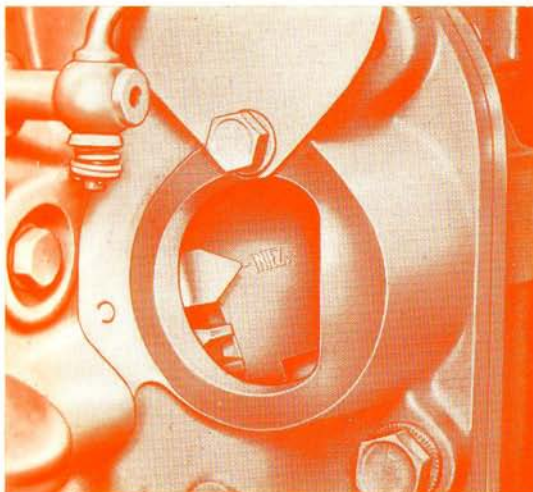

FIG. 35. — Référence sur le volant indiquant l'avance à l'injection
- 9° Dans ces conditions, contrôler si le repère « INIEZ » gravé sur le volant coïncide avec l'index fixe (voir fig. 35).